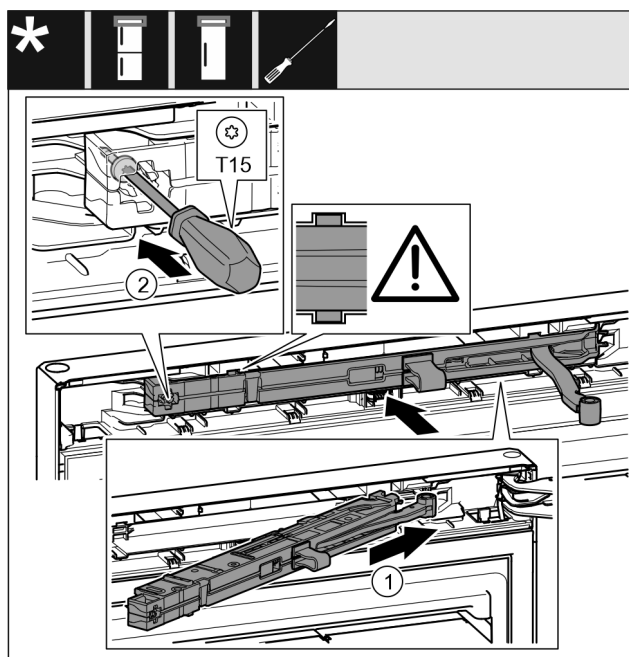

Fig. 51
- ▶ Skub lukkedæmperenheden Fig. 51 (1) skråt helt ind i udsparringen på hængselssiden.
- ▶ Skru skruen Fig. 51 (2) fast med en skruetrækker.